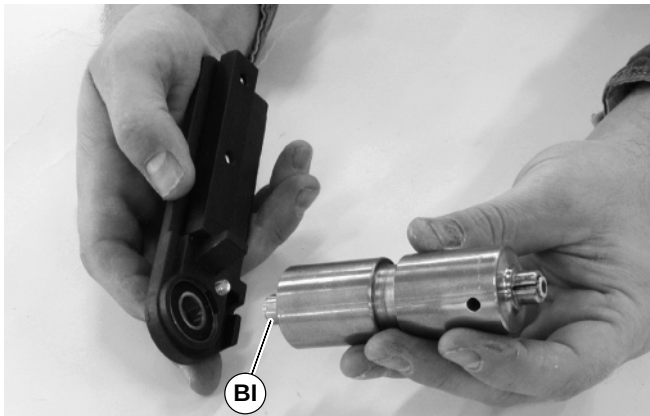

Abbildung 44
1. Nachdem das Lager in der vorderen Deckplatte installiert ist, das Lager auf den Achsenzapfen (BI siehe Abbildung 44) der Umlenkrolle drücken. Für beide Seiten der Umlenkrolle wiederholen.